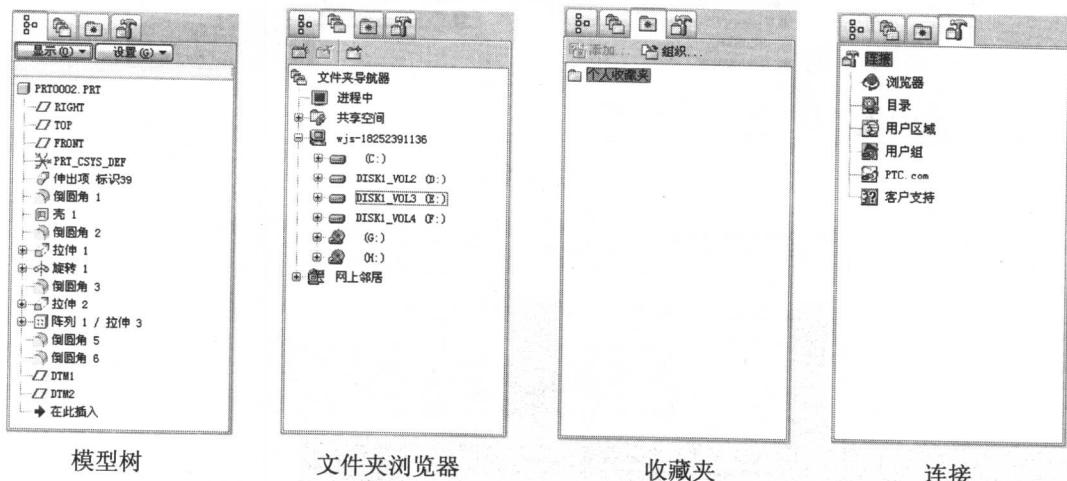

图 1-6 导航栏
(5) 绘图工作区。绘图工作区占据了操作界面的大部分空间,它是创建和修改几何模型的区域。
(6) 导航栏。主要包括模型树、层树、文件夹浏览器、收藏夹和连接,它们之间可以通过导航栏上方的选项卡进行切换,如图 1-6 所示。